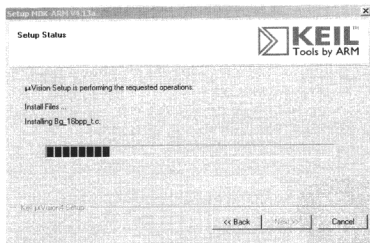

图 4.4.5 Keil MDK 安装进行中
⑤ 再次单击 Next 就进入实质的安装过程了, 如图 4.4.5 所示。
⑥ 安装完毕后, 可看到 2 个可选项: 保持当前  $\mu$ Vision 的设置; 载入以下选择的工程实例,